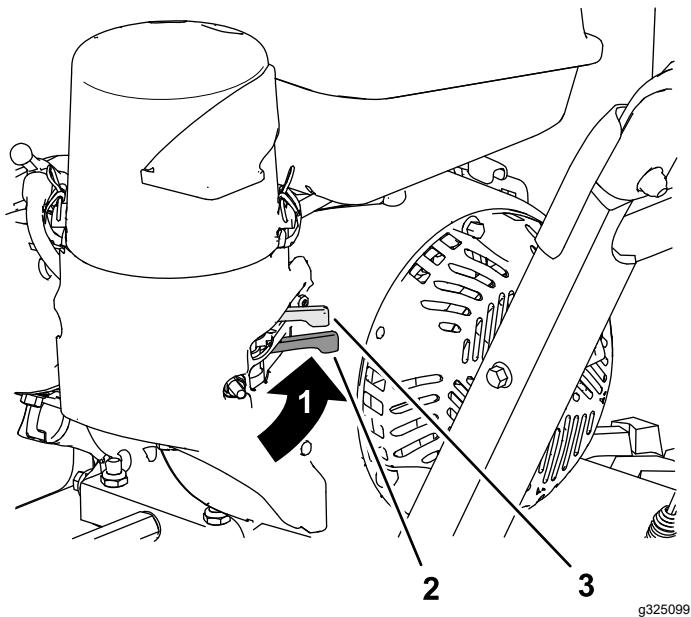

Figura 11
Mueva la válvula de cierre del combustible, situada debajo del estárter, a la derecha para dejar pasar el combustible (Figura 11).
2. En el lado izquierdo trasero del motor, mueva la palanca del estárter hacia la izquierda a la posición de ACTIVADO. Si el motor está caliente, deje el estárter en la posición de DESACTIVADO (Figura 11).
6. Deje que el motor se caliente durante varios minutos, luego mueva el estárter hacia la posición de DESACTIVADO (Figura 11).
- Utilice la válvula de cierre del combustible para cerrar el paso del combustible cuando no se va a utilizar la máquina durante unos días, antes de aparcar la máquina dentro de un edificio, o durante el transporte a y desde la obra (Figura 11).